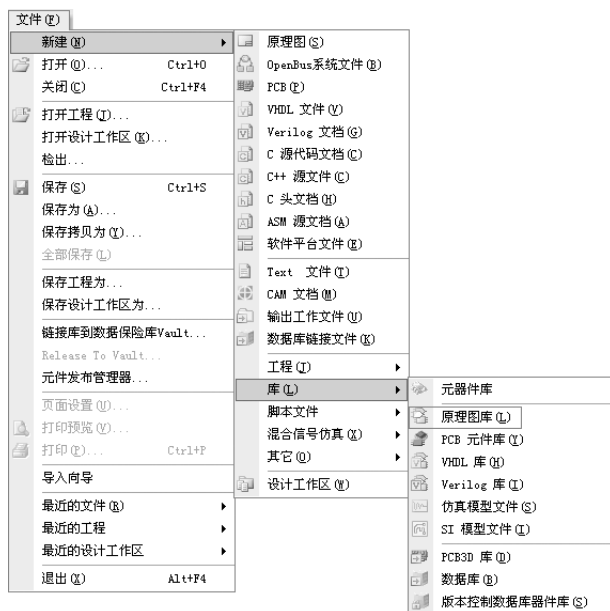

图 11-8 创建原理图元件库文件
1) 选择菜单栏中的“文件”→“新建”→“库”→“原理图库”命令，打开原理图元件库文件编辑器，创建一个新的原理图元件库文件，命名为“NewLib. SchLib”，如图 11-8 所示。